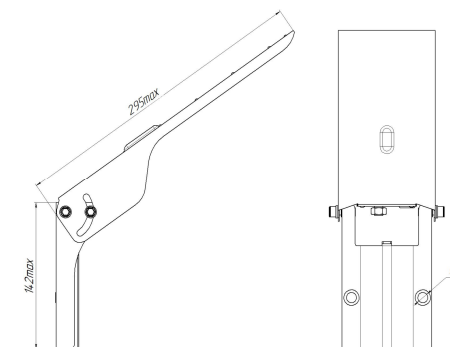

Рис. 2
- б) на плоскую опорную поверхность (рис. 2): произвести демонтаж болтов М6 (3) и скобы (2), закрепить узел крепления на опорную поверхность дюбель-гвоздями;